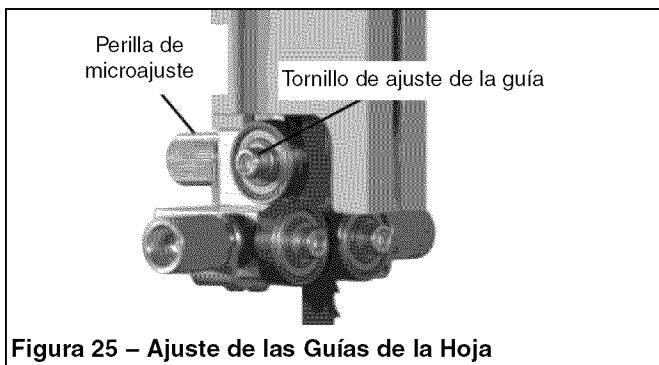

Figura 25 – Ajuste de las Guías de la Hoja
- Afloje el tornillo de ajuste de la guía (Figura 25) y gire la perilla de microajuste para ajustar la guía del rodillo trasero para que quede apenas separada de la parte posterior de la hoja de la sierra.
- Cuando logre el ajuste correcto, fije la guía del rodillo en posición con el tornillo de ajuste de la guía (Figura 25).